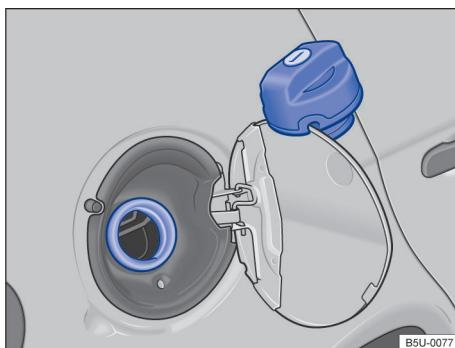

Fig. 102 Portinhola do tanque de combustível aberta com a tampa do tanque de combustível pendurada.
- Girar a tampa do tanque no sentido anti-horário e pendurá-la em cima da portinhola do tanque de combustível → **Fig. 102**.